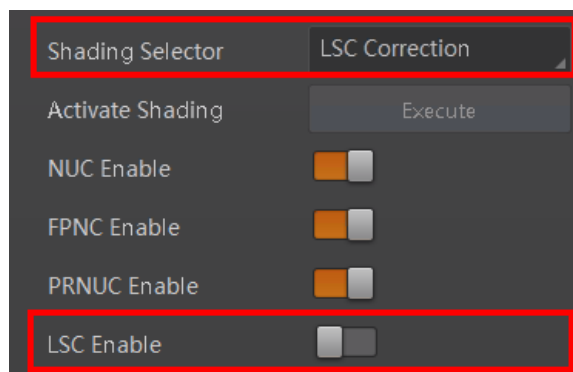

图12-9 自动校正图像
1. *Shading Selector* 参数选择 *LSC Correction*，如图 12-9 所示。